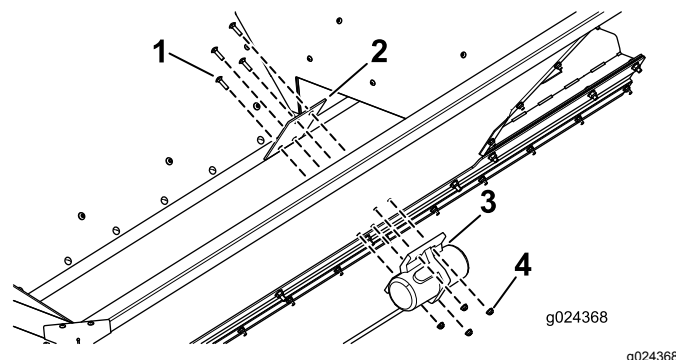

Figure 19
2. Fixez la plaque de montage et le vibreur sur le véhicule au moyen des 4 boulons de carrosserie et des 4 écrous, comme montré à la Figure 19.